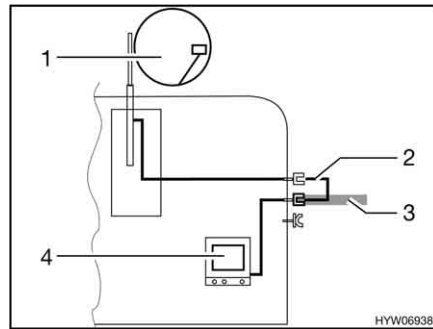

Fig. 154 TV nel veicolo
- TV nel veicolo (Fig. 154,4): Collegamento all'antenna del tetto (Fig. 154,1) con cavo di collegamento (Fig. 154,2)
- TV nel veicolo (Fig. 154,4): Collegamento a antenna esterna (Fig. 154,3)